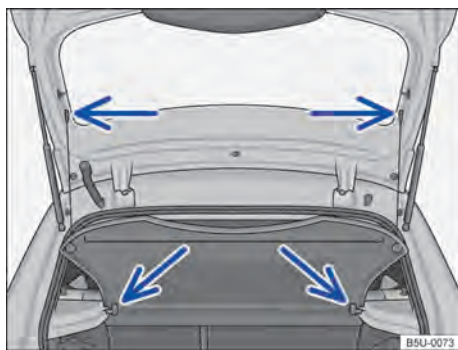

Fig. 167 No compartimento de bagagem: remover e instalar a cobertura do compartimento de bagagem. ▶
- Desprender os cordões de retenção do suporte da tampa traseira → Fig. 167 (setas superiores).
- Retirar a cobertura do compartimento de bagagem por trás, para fora dos suportes laterais → Fig. 167 (setas inferiores).
- Empurrar a cobertura do compartimento de bagagem para a frente, introduzindo-a nos suportes laterais → Fig. 167 (setas inferiores).
- Encaixar os cordões de retenção na tampa traseira → Fig. 167 (setas superiores).